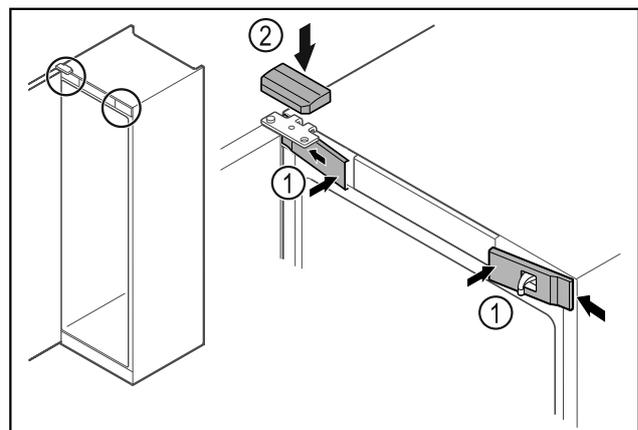

Fig. 43
- ▶ Agganciare le coperture anteriori Fig. 43 (1) di lato e innestarle.
- ▶ Innestare la copertura superiore Fig. 43 (2) dall'alto.